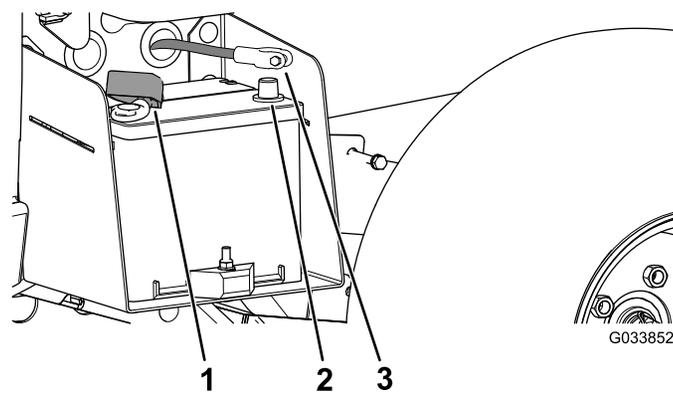

Рисунок 5
3. Подсоедините положительный кабель (красный) к положительной клемме (+) аккумуляторной батареи и закрепите соединение болтами и гайками (**Рисунок 5**).